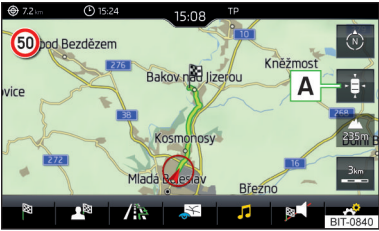

Fig. 242
- En el mapa dentro de la superficie funcional  » fig. 242 se visualizan los si-guientes símbolos dependiendo de la presentación del mapa.